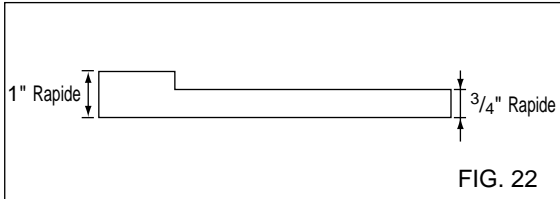

FIG. 22
- 7** Retirer le film protecteur des bandes de calages 13 w et attachez-les comme montre à la Fig. 22. La partie supérieure du calage doit être place à l'avant de la nervure du manchon.